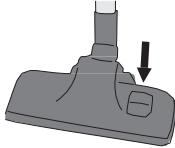

Figura 4 Superfici morbide o dure
4. Assicurarsi di regolare la bocca aspirante a seconda dell'utilizzo su superfici dure o morbide agendo col piede sull'apposito selettore (vedere la figura 4). Se si desidera pulire una superficie dura, agire sul selettore per fare fuoriuscire le spazzole dalla bocca aspirante combinata. Qualora si pulisca una superficie da pulire sia morbida, fare ritirare le spazzole agendo sullo stesso selettore.